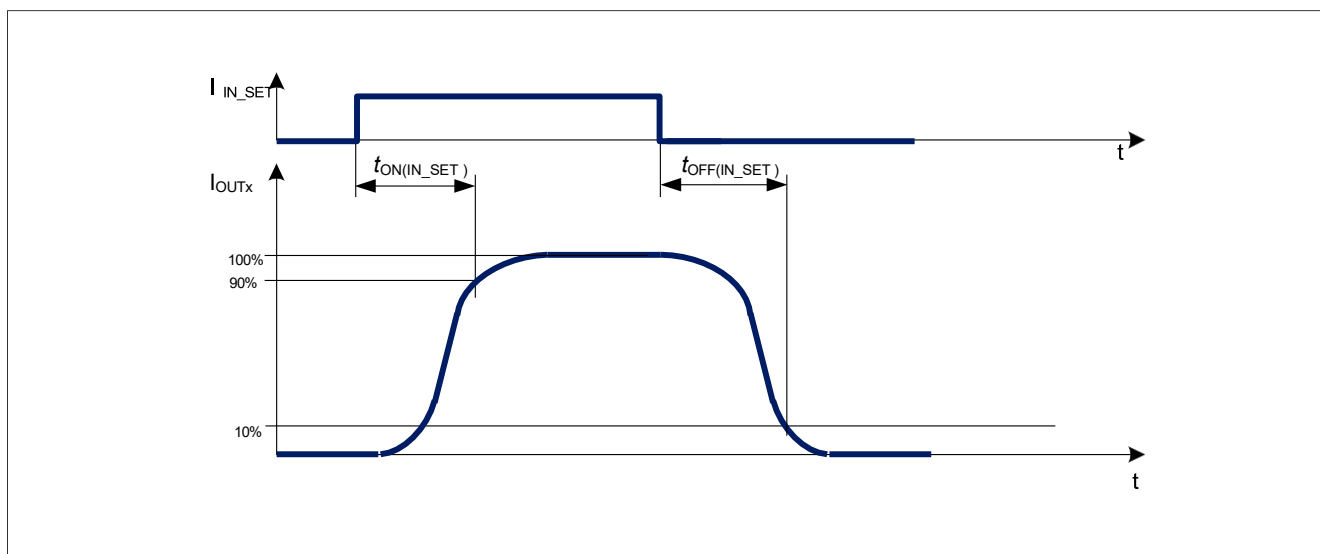
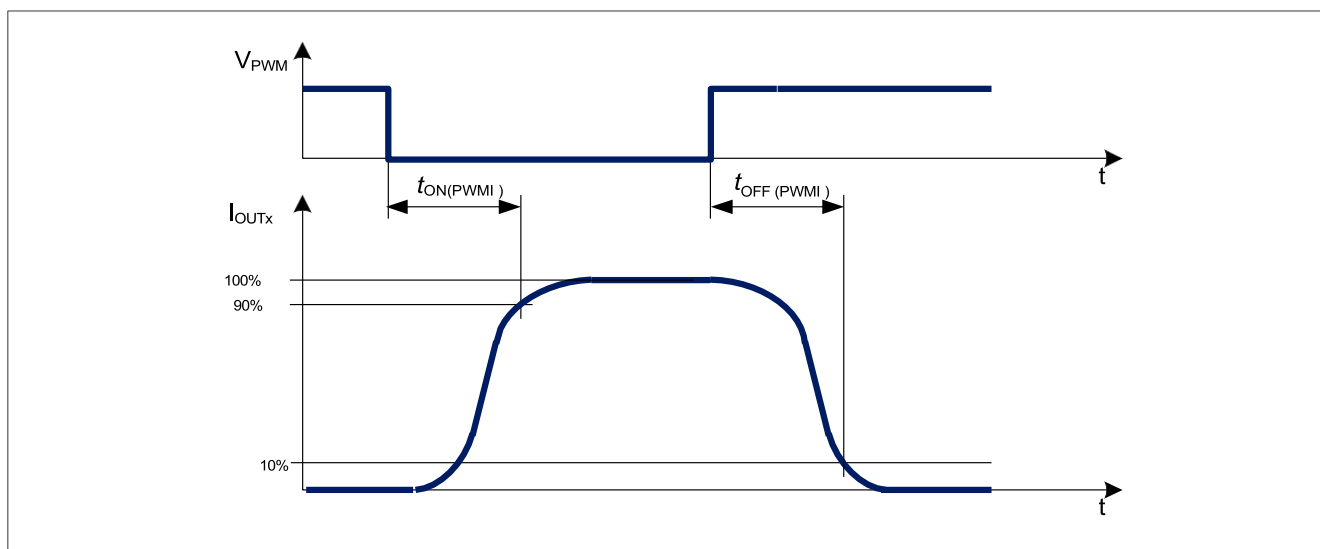

图12 IN_SET开启和关闭延迟时序图
图14 PWMI开启与关闭时序图
下图（图 12、图 14）显示了不同驱动输入对输出激活延迟的影响。
2) 参考图 12
4) 参考图 14